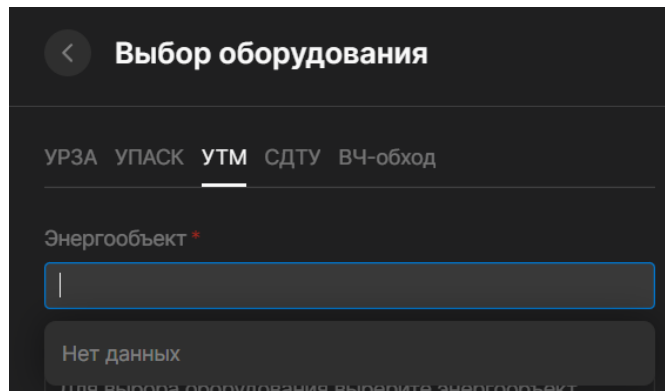

Рисунок 5.31. Пустое поле
- Если системе не удалось подобрать список возможных значений для выбора, то поле будет иметь значение «нет данных» (Рисунок 5.31).